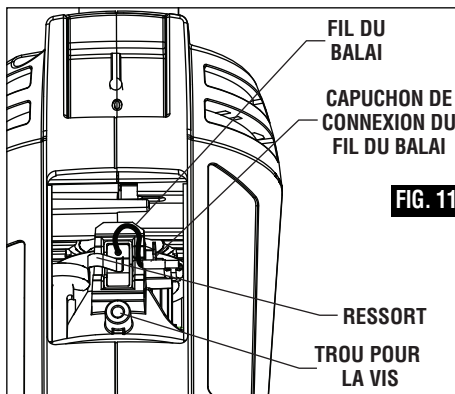

FIG. 11
4. Pour pouvoir retirer le balai, vous devez tirer sur le ressort qui maintient le balai en place. En utilisant une pince à bec effilé, tirez délicatement sur le bout du ressort du balai pour le rabattre, et placez-le à côté du balai, près du trou prévu pour la vis de la porte du compartiment des balais. Une fois que le ressort aura été déplacé, vous pourrez retirer le balai en tirant sur le capuchon de connexion du fil du balai (Fig. 11). Faites attention de ne pas heurter le ressort du balai et de ne pas endommager le capuchon de connexion du fil du balai. Notez de quel côté de l'outil le balai a été retiré.